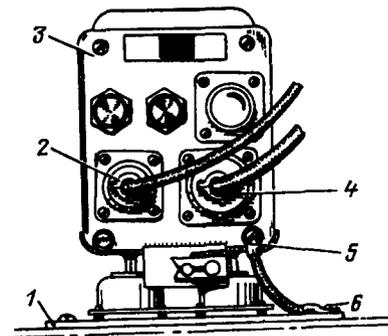

Рис. 122. Установленный электронный блок сигнализатора обледенения РИО-3:
4. Разъединить штепсельные разъемы 2 и 4 на электронном блоке (рис. 122).